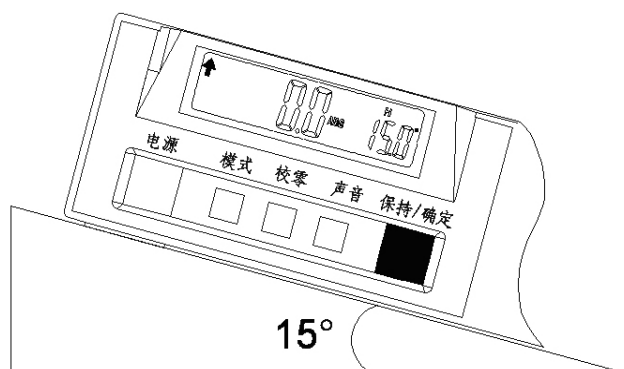

图 G-7
2) 在第一测量位置上，轻压【保持/确定】按钮一次，坡度计液晶显示区左侧小字体将保存当前测量角度，同时右侧大字体置为零，见图 G-7；